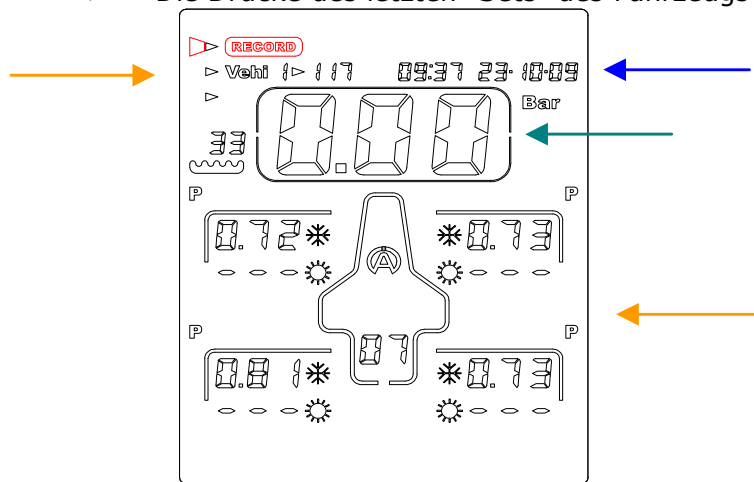

Abbildung 1
1) Wählen Sie mit Hilfe der Tasten  das Symbol "**RECORD**" (Abbildung 1) aus.